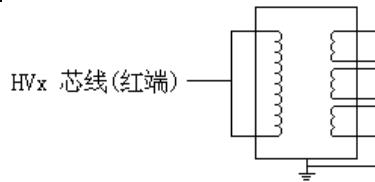
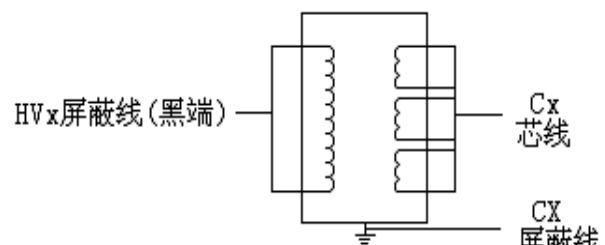

图10 CT接法
图9 CT接法
(1) 一次侧对二次侧 (电磁式, 没有末屏)
- A. 接线见图 9
(2) 一次侧对末屏 (电容式, 有末屏)
- A. 接线参考见图 9 Cx 芯线接末屏
(3) 一次侧对二次测及地
- A. 接线见图 10